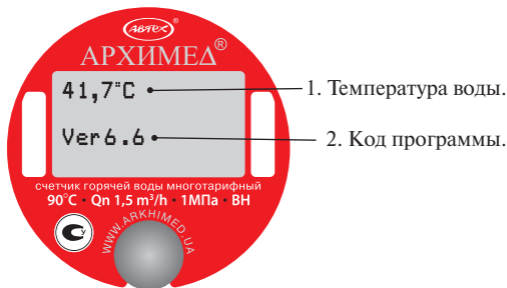

Рисунок 4- Выводимые значения в расширенном режиме индикации.
2.3.1.2 При удержании кнопки в нажатом состоянии более 3 секунд счетчик переключается в расширенный режим индикации (рис. 4) и автоматически выйдет из него через 1 минуту после последнего нажатия на кнопку.